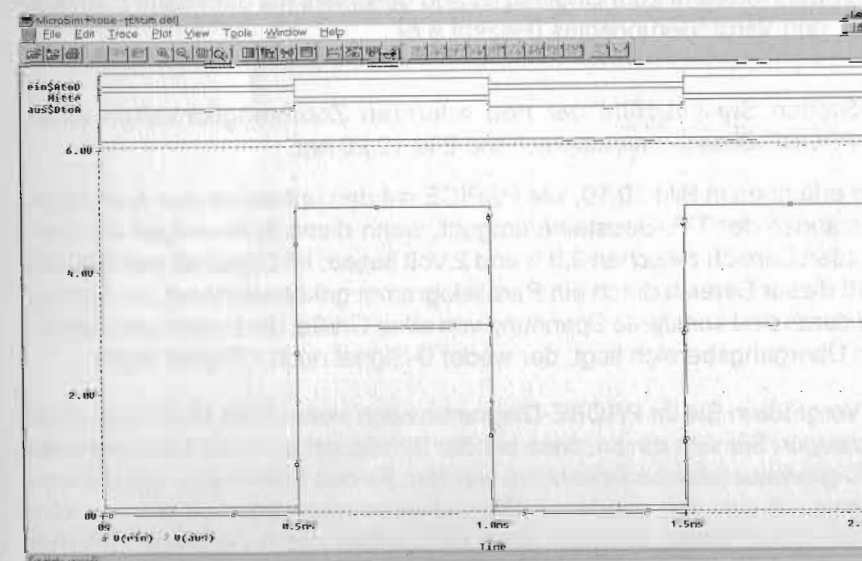

Bild 10.19: Der Analogteil von Bild 10.18 wurde auf Kosten des Digitalteils vergrößert
Öffnen Sie aus PROBE heraus das Menü PLOT und darin DIGITAL SIZE.... Es öffnet sich das Fenster DIGITAL PLOT SIZE. Fordern Sie darin für den Digitalteil 15% des Bildschirms und erzeugen Sie Bild 10.19:
Die Darstellung von Bild 10.19 soll im Folgenden benutzt werden, die Übergangsbereiche zwischen den digitalen Zuständen genauer zu untersuchen. Dazu müssen Sie einen der Übergangsbereiche stark vergrößert darstellen. Zwei Möglichkeiten, eine Ausschnittvergrößerung zu erhalten, sind Ihnen bereits bekannt: Sie können aus dem Menü **Plot** heraus die **X Axis SETTINGS** in gewünschter Weise verändern, oder mit Hilfe des Ausschnittvergrößerungsglases einen Ausschnitt auswählen und vergrößern. Beide Vergrößerungsmöglichkeiten funktionieren auch im Digitalteil von PROBE. Das Vergrößerungsglas arbeitet dort allerdings etwas anders:
- Bringen Sie die Darstellung von Bild 10.19 zur Anzeige und gehen Sie dann zur Erzeugung einer Ausschnittvergrößerung wie folgt vor: